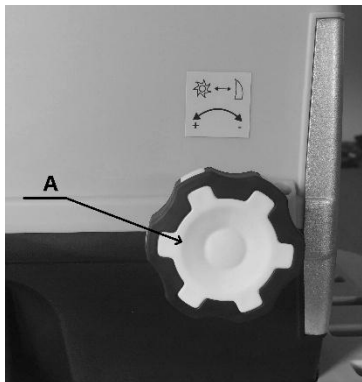

Fig. 5A
- Gire el botón de ajuste de la contraplaca (A) en el sentido de las agujas del reloj hasta que se oiga un ligero roce y caigan brevemente finas virutas de aluminio por el canal de expulsión. (Fig. 5A y 5B)